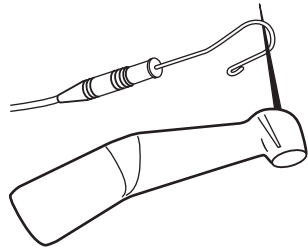

Abb. 7 Aktivierung des Apex-Lokalisators mit Lippenclip und Feile am VDW 6:1 Winkelstück
- 3) Um den Apex-Lokalisator einzuschalten, berühren Sie den Lippenclip etwa 3 Sekunden lang mit der Feile. Berühren Sie dabei nicht den Stopper! Siehe Abb. 7.